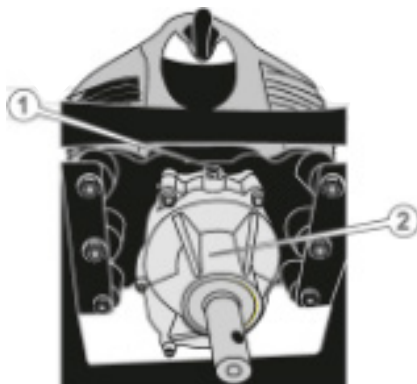

Рисунок 2. Схема обслуговування редуктора.
1. Відкрутити гвинт (1, рис. 2) отвору заправлення мастила в редуктор (2, рис. 2).